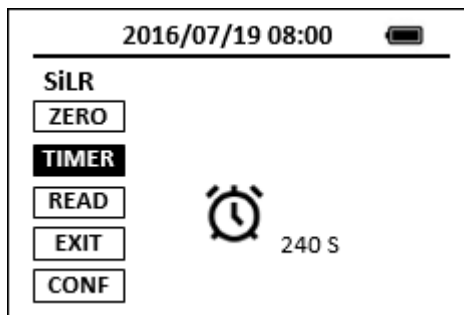

Figura 12. Método del temporizador múltiple
Algunos métodos colorimétricos tienen dos o tres pasos de temporización. AP50MM muestra un temporizador de cuenta atrás para los diferentes pasos antes del último paso (figura 12). Durante estos pasos de temporización, se añaden uno o más reactivos a la muestra, o se realizan operaciones como agitar el vial para mezclar el reactivo y la muestra. Estos métodos suelen utilizar un vial para el ensayo en blanco preparado y otro para la muestra preparada.
Para mostrar la curva de concentración-tiempo como se muestra en la figura 12 durante el último paso de temporización, AP50MM debe ponerse a cero utilizando el blanco preparado antes del último paso de temporización. Por lo tanto, el botón del último temporizador no se podrá seleccionar hasta que AP50MM se haya puesto a cero utilizando el blanco preparado. Los métodos Hach® de múltiples pasos de temporización requieren la puesta a cero del colorímetro utilizando el blanco preparado después de que se haya completado el último paso de temporización. Opcionalmente, el SP- 800 puede volver a ponerse a cero utilizando el blanco preparado después del último paso de temporización. El valor en blanco medido se restará del valor de concentración medido al final del último paso de temporización. Opcionalmente, se puede pulsar el botón **READ** para volver a leer la muestra preparada.
3. Coloque la muestra preparada en el su compartimento de AP50MM y pulse el botón **TMR2** para iniciar el temporizador del método. AP50MM mostrará la concentración medida en función del tiempo como se muestra en la figura 12.